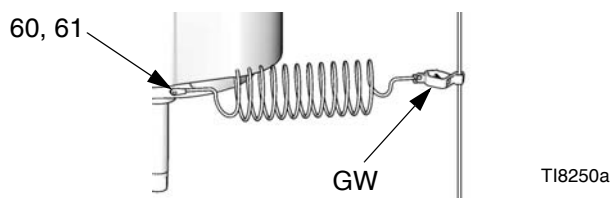

Рис. 2. Заземляющий провод
См. стр. Рис. 2 Используйте заземляющий винт (60) и стопорную шайбу (61) для крепления детали № 244524 – заземляющий провод (GW) на задней части пневматического двигателя. Надежно затяните винт. Подсоедините другой конец провода заземления к надежной линии заземления.